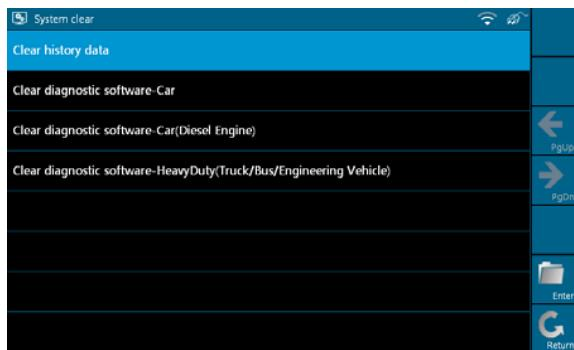

Рис. 2-24
Нажать кнопку [Diagnostic] (Диагностика), чтобы войти в режим, см. рис. 2-24.
1. На рис. 2-24 выбрать [Clear history data] (Удалить перечень файлов) и нажать кнопку [Enter] (Ввод), чтобы войти в режим рис. 2-25. Выбрать пункт, который требуется удалить и нажать кнопку [Clear] (Удалить).
- На рис. 2-24 выбрать меню [Clear diagnosis software-Car] (Удалить диагностическое программное обеспечение для автомобиля) и нажать кнопку [Enter] (Ввод). Выбрать модель автомобиля, которую требуется удалить, как показано на рис. 2-27, и нажать кнопку [Fast Clean] (Быстрое удаление).